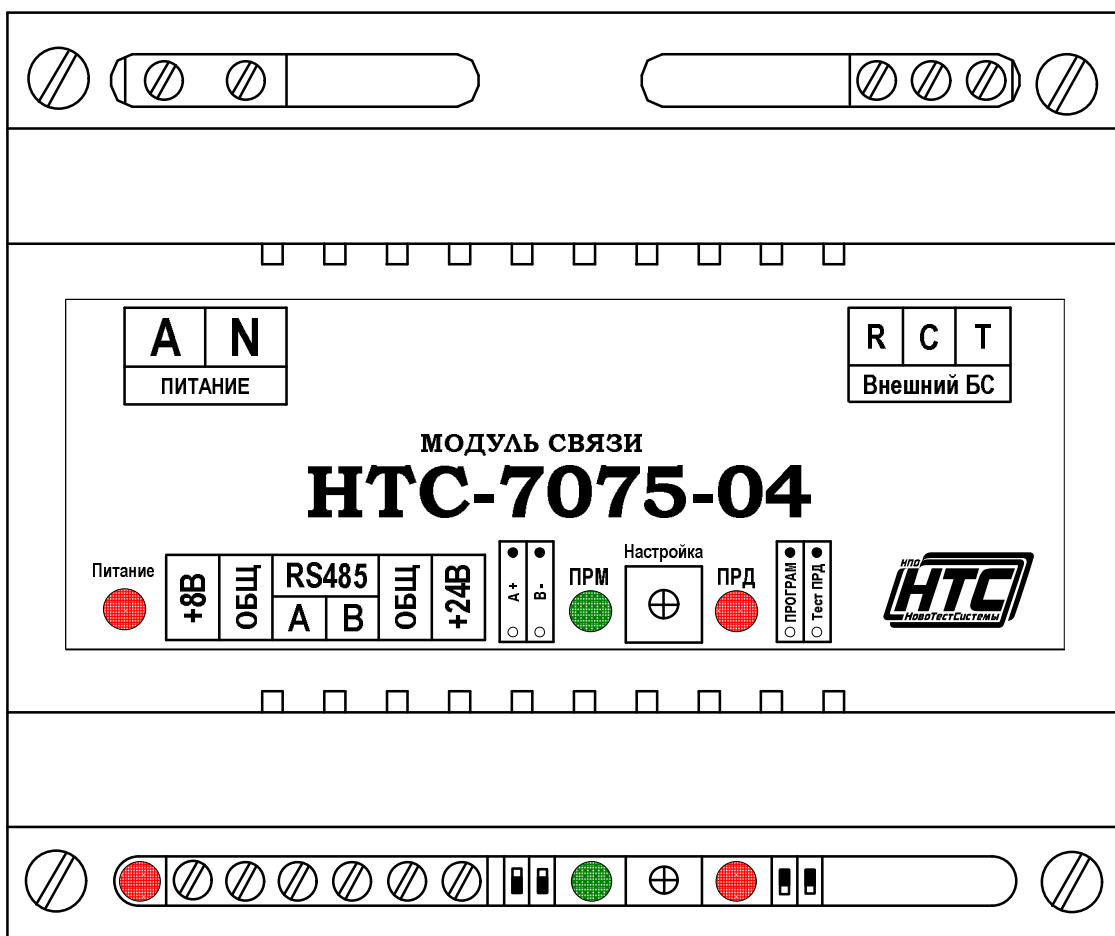

Рисунок 1. Внешний вид модуля связи НТС-7075-04
1.5.1. Внешний вид модуля связи НТС-7075-04 приведен на рис. 1.